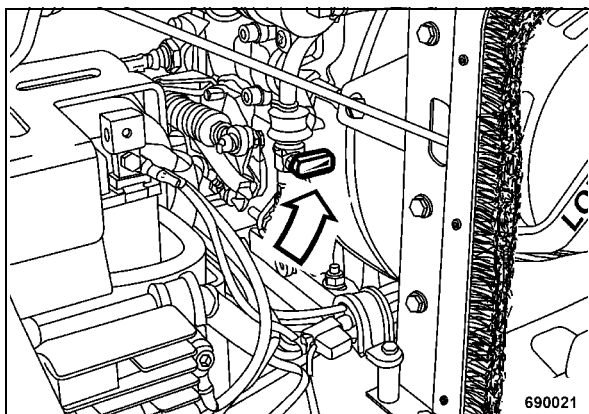

рис. 44
- После слива закрыть сливной кран (рис. 44).